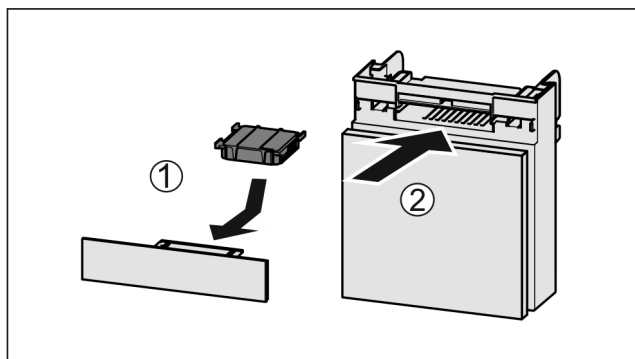

Fig. 27
- ▶ Установите фильтр с активированным углем, как показано на рисунке Fig. 27 (1).
- ▶ Вставьте отделение Fig. 27 (2).